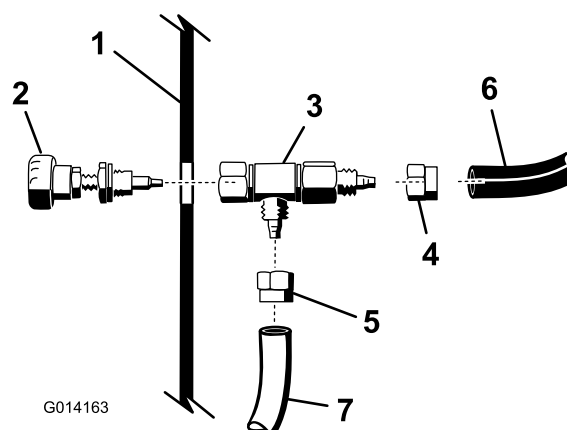

Figura 20
5. Allentate il dado che fissa il gruppo manopola al raccordo a T, come illustrato in Figura 20.
6. Montate i tubi blu e trasparente che provengono dal flessibile della schiuma sotto il cruscotto al corpo della valvola di regolazione, come illustrato in Figura 20.